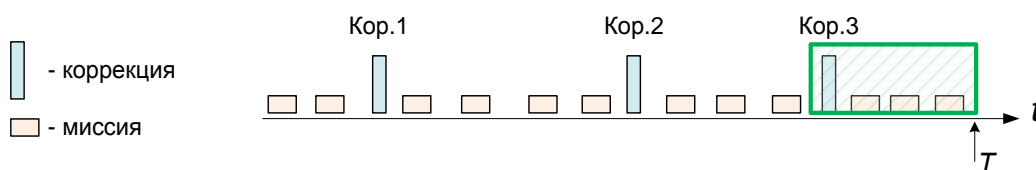

Рис. 13-187 – Нарботка по миссиям и коррекции наработке во времени для экземпляра ВС (или экземпляра компонента с ИУН)
- Для экземпляра ВС общая наработка на определенную дату может быть получена как сумма наработки за отдельные миссии, предшествующие этой дате. При наличии коррекции наработки учитывается последняя коррекция, предшествующая этой дате, и последующие миссии. На рис. 13-187 на временной шкале представлены коррекции 1–3 и миссии для экземпляра ВС. Нарботка на момент времени T будет включать коррекцию 3 и последующие миссии. Все коррекции и миссии, предшествующие коррекции 3, учтены не будут.
изменения. При наличии коррекции наработки учитывается только последняя коррекция, предшествующая этой дате, и последующие миссии (иллюстрация, приведенная на рис. 13-187 для экземпляра ВС, справедлива также в случае экземпляра компонента с ИУН). Следует отметить, что коррекция наработки для экземпляра компонента с ИУН может быть задана в рамках коррекции для любого вышестоящего экземпляра (включая ВС) – при этом значение этой наработки должно присутствовать в структуре коррекции. Если значение наработки для экземпляра компонента с ИУН отсутствует в структуре коррекции наработки этого вышестоящего компонента, то такая коррекция не учитывается.